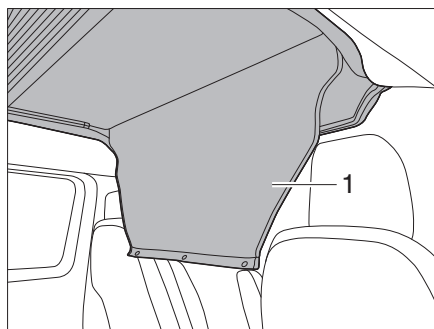

Figure 11 Dérouler le recouvrement d'accès
- Dérouler le recouvrement d'accès (Figure 11,1).
- Fermer le recouvrement d'accès (Figure 11,1) avec les boutons-pressions.